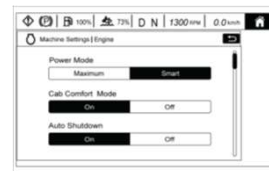

Fig. 6
6. Per ottimizzare il consumo di carburante e l'efficienza operativa, si consiglia di selezionare la modalità "Smart" (fig. 6). Questa modalità consente di funzionare a regimi motore più bassi senza compromettere le prestazioni di spinta. È particolarmente adatto per la gestione di materiali sciolti e asciutti. Per spostare materiali più resistenti, puoi passare alla modalità "Maximum".